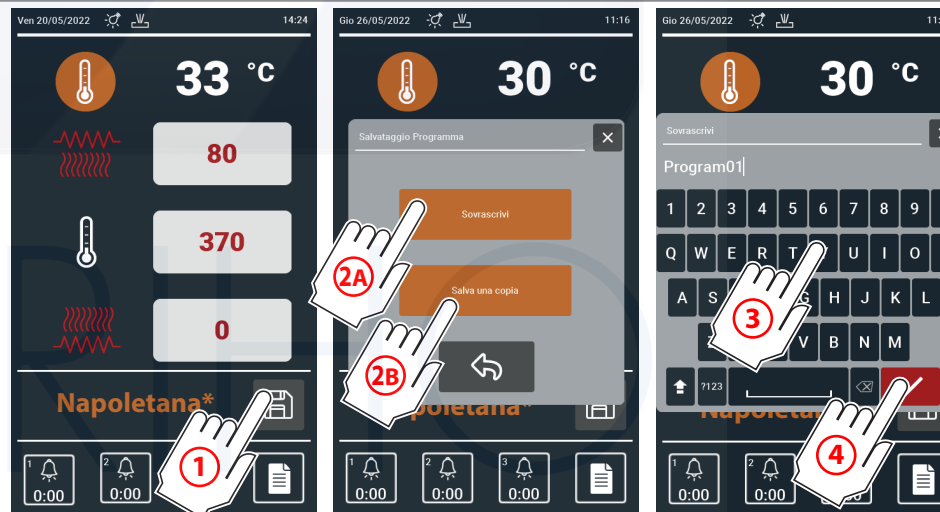

Fig.19
- Efectuar las operaciones descritas en ► Fig.19
- ① pulse la tecla **DISCO** [D]
- ② Elija si **sobrescribir** la receta o **guardar** una copia. Si se elige:
②A	la receta Napolitana se guardará con los parámetros elegidos
②B	la receta Napolitana mantendrá los parámetros originales predeterminados y se creará una copia, Napolitana* que se guardará con los nuevos parámetros configurados
- ③ Introduzca el nombre de la nueva receta.
- ④ Confirme con [✓].